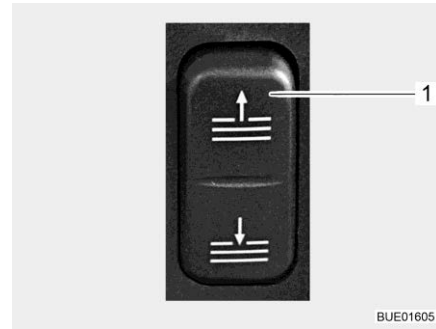

Bild 105 Knapp för mörkläggningsgardin vindruta
- Tryck in knappen (Bild 105,1) nedtill och håll den intryckt tills mörkläggningsgardinen för vindrutan har nått önskat läge.
- Tryck in knappen (Bild 105,1) upptill och håll den intryckt tills mörkläggningsgardinen för vindrutan är helt uppdragen.